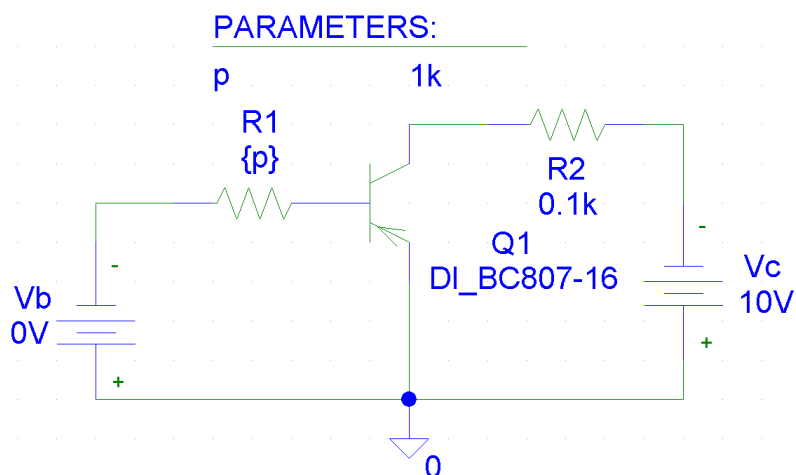
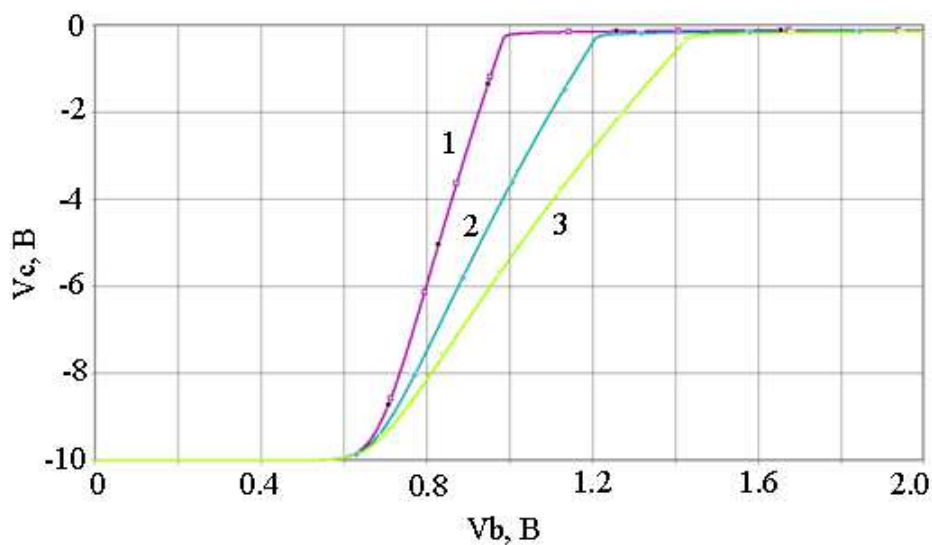

Рисунок 5.5 – Схема измерений передаточной характеристики
Рисунок 5.9 – Передаточные характеристики R1, кОм: 1 – 0.5, 2 – 1.0, 3 – 1.5
**5.4.1** Создать новый проект и в PSpice Schematics подготовить схему для измерения передаточных характеристик (рис. 5.5).
**5.4.6** Сохранить схему и результаты анализа в заготовке отчета. Пример оформления схемы приведен на **рис. 5.5**, передаточных характеристик – на **рис. 5.9**.